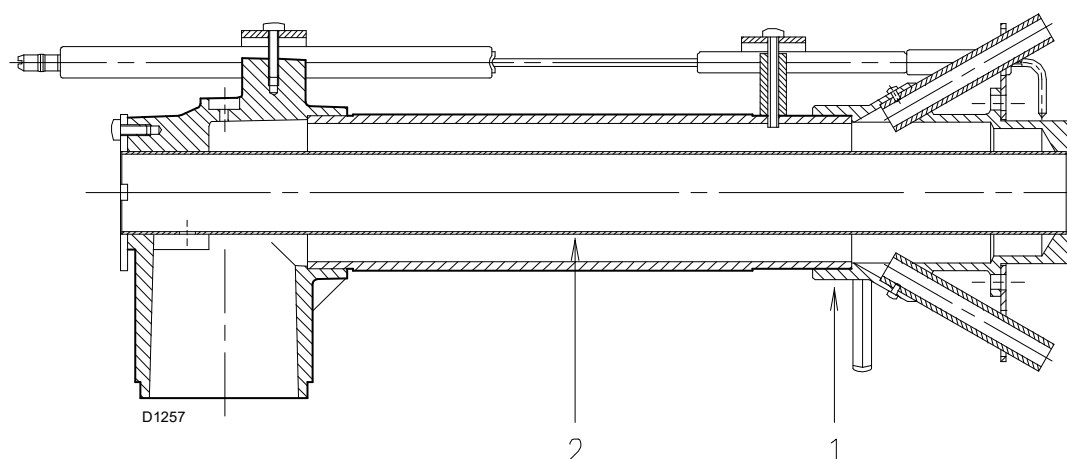

Fig. 1
- sostituire il gruppo distributore 1)(Fig. 1) con quello per funzionamento a GPL fornito a corredo;
- sostituire la ghiera 3) - 4)(Fig. 1) fornito a corredo.